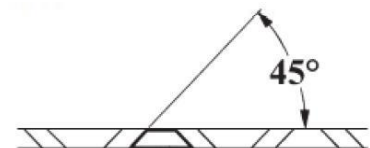

Fig. 12b
- Aiguissez la lame si nécessaire. (Fig. 12b)